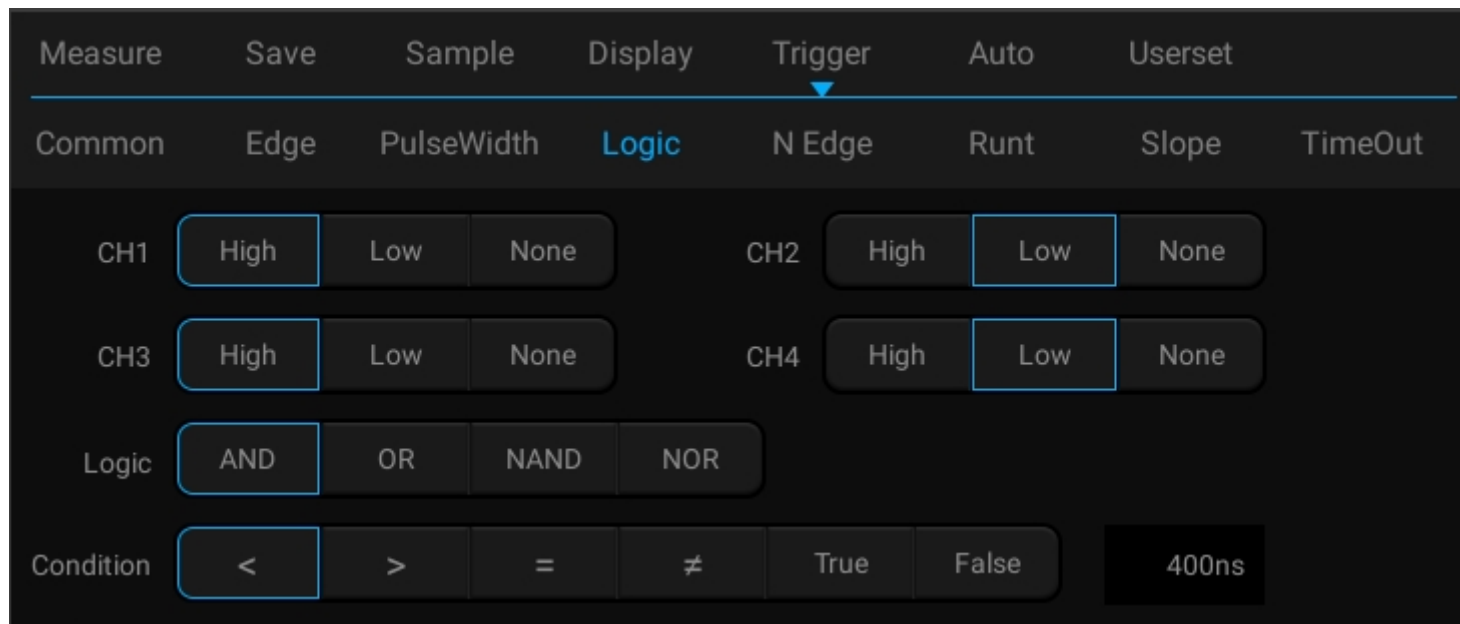

Abbildung 6-21 Menü „Logik-Trigger-Einstellung“
- 1) Tippen Sie im Hauptmenü auf „Trigger“, um das Trigger-Menü zu öffnen, wählen Sie im Triggertyp „Logik-Trigger“ aus und stellen Sie den Logik-Trigger wie in Abbildung 6-21 gezeigt ein: